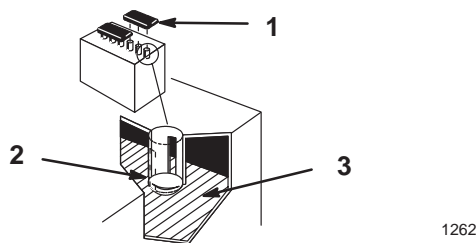

Figure 38
2. Retirer les bouchons pour voir l'intérieur des éléments. L'électrolyte doit arriver jusqu'au bas des tubes (Fig. 38). Ne pas laisser le niveau d'électrolyte descendre en dessous du sommet des plaques (Fig. 38).
2. Soulever les couvercles des éléments et les déposer (Fig. 38).
3. Verser lentement de l'eau distillée dans chaque élément de la batterie jusqu'à ce que le niveau arrive au bas du tube (Fig. 38).